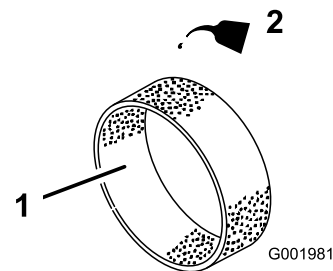

Figura 47
- Ponga 30-60 ml de aceite en el elemento (Figura 47).